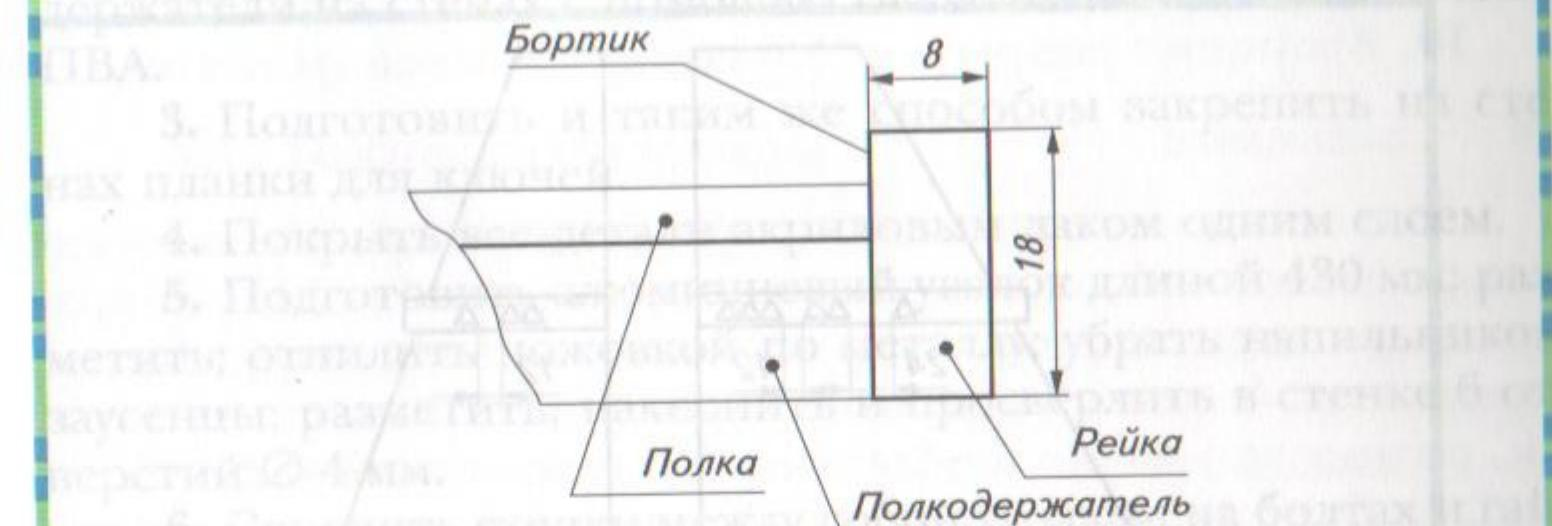

Рис. 99. Декоративные рейки
10. Резные декоративные рейки разной длины – 6 шт. (рис. 99).